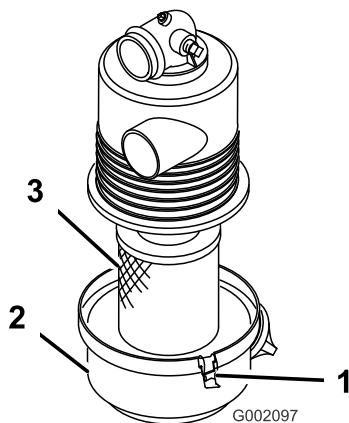

Figure 25
- Desserrez les attaches qui fixent le couvercle sur le boîtier du filtre à air et déposez le couvercle (Figure 25).
- Sortez avec précaution l'élément filtrant (Figure 25) du boîtier du filtre à air.